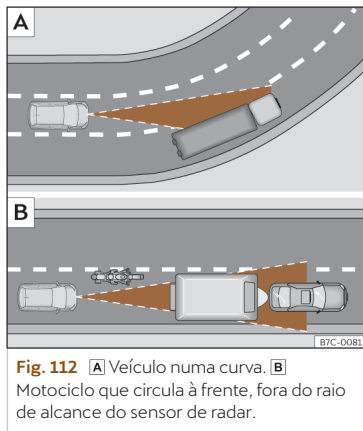

Fig. 112 **A** Veículo numa curva. **B** Motociclo que circula à frente, fora do raio de alcance do sensor de radar.
O ACC poderia não detetar em curva o veículo precedente ou poderia regular a distância com veículos que se encontram noutras faixas >>> **Fig. 112 A).**
- Veículos que circulem desalinhados ou fora da zona de deteção do sensor, por exemplo, motociclos >>> **Fig. 112 B).**